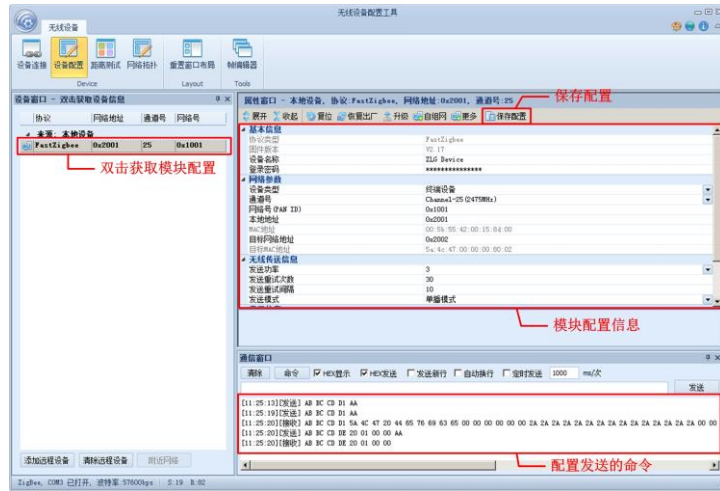

图 6-2 模块配置页面
2. 选择【设备配置】页面, 可查看到设备的配置信息, 通过双击左边的【本地设备】列表, 可重新获取模块的配置信息, 根据实际应用修改模块的参数后, 点击【保存配置】即完成模块的配置, 如图 6-2 所示。